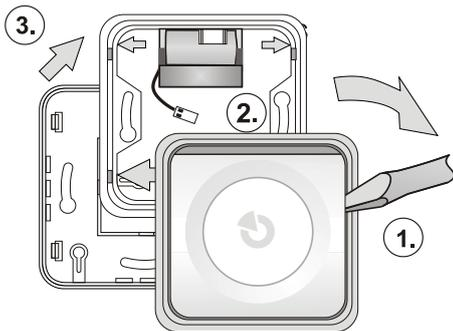

Figura 1: desmontagem da sirene antes da instalação
1. Remover o corpo (botões) da sirene da armação de plástico pressionando um lado do corpo (1.) com uma chave de fendas conforme apresentado na figura 1.
4. Fixar a base de plástico no local selecionado com parafusos. Instalar a bateria BAT-3V2-CR2 sob a parte superior da base de plástico conforme apresentado na figura 1.
A sirene inclui uma bateria, contudo, não vem instalada de fábrica, pelo que necessita de ser introduzida no dispositivo. A bateria recarrega de uma forma padronizada (consultar **Especificações técnicas**). Caso seja necessário substituir a bateria, é possível encomendar a bateria de substituição BAT-3V2-CR2. Ligar ao conector (consultar a figura 1, ponto 2). A sirene deteta automaticamente se a bateria está ligada e realiza o diagnóstico. Em seguida, os valores medidos são apresentados no software F-Link. A sirene monitoriza o próprio estado da bateria e informa o utilizador (em alternativa, o técnico de assistência) quando a bateria se encontra próxima a ficar descarregada. O dispositivo continua em funcionamento, no entanto, recomenda-se a substituição da bateria no prazo de 2 semanas. Utilizar apenas o tipo de bateria BAT-3V2-CR2.